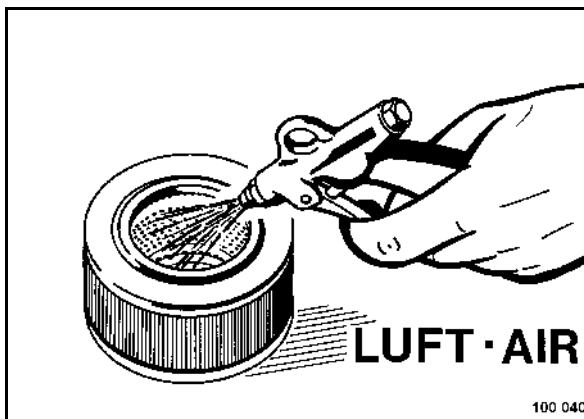

fig. 66
- Souffler l'air comprimé sec (maxi. 5 bars) à travers la cartouche de filtre à air (fig. 66) de l'intérieur vers l'extérieur.